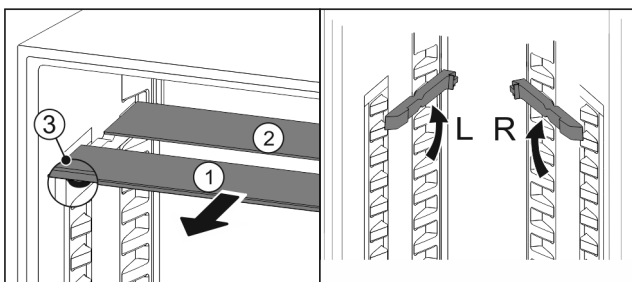

Fig. 102
- ▶ По одной извлеките Fig. 102 (1) стеклянные панели движением вперед.
- ▷ Стеклянная панель Fig. 102 (1) с декоративной планкой лежит спереди.
- ▷ Стопоры Fig. 102 (3) показывают вниз.